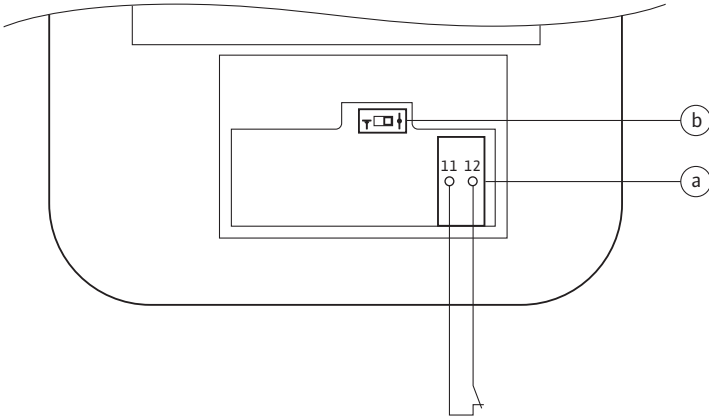

Fig.18-1b: Terminierungsschalter (Gehäuseoberteil -Rückseite), Anschluss Fensterkontakt an Geniax Bediengerät
Die Geniax Bediengeräte verfügen jeweils über einen Bus-Abschlusswiderstand von 120 Ω. Dieser kann über den Terminierungsschalter (b) (Fig. 18-1b) aktiviert werden.
- Die Anschlusskabel an den Klemmenblock (a) des Geniax Bediengerätes anschließen gem. Fig. 18-1b.